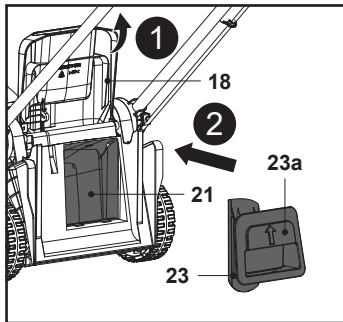

Fig. 15
1. Abra el protector del deflector trasero (18), mantenga el asa integrada (23a) en posición e introduzca el accesorio triturador (23) en el canal de descarga trasero (21) hasta el final (Fig. 15).